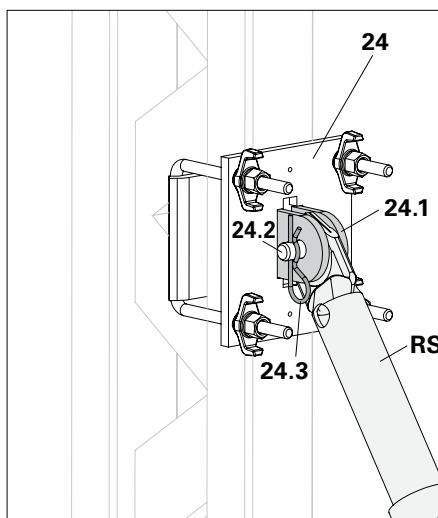

Fig. A6.05
- Fissaggio dell'attacco per trave (24) all'interno di una trave: Collegare puntello (RS) e staffe (24.1) con perno (24.2) e inserto a molla (24.3). (Fig. A6.05)